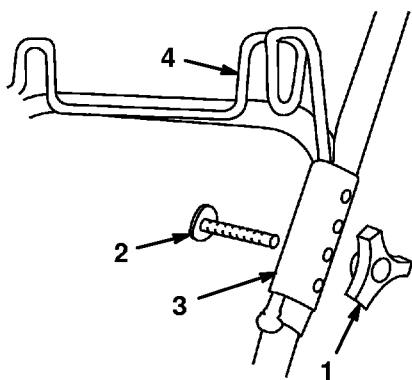

Figure 44
1. Retirer le sac du porte-sac. Retirer le(s) bouton(s) et le(s) boulon(s) fixant les brides du porte-sac au guidon (Fig. 44). Les brides du porte-sac sont dotées de quatre trous pour le réglage.